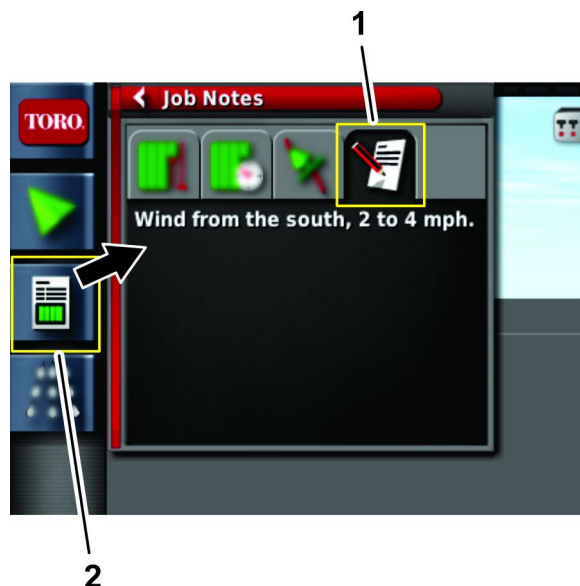

图 26
1. 打开作业信息图标图 26。
2. 按作业注释图标图 26。